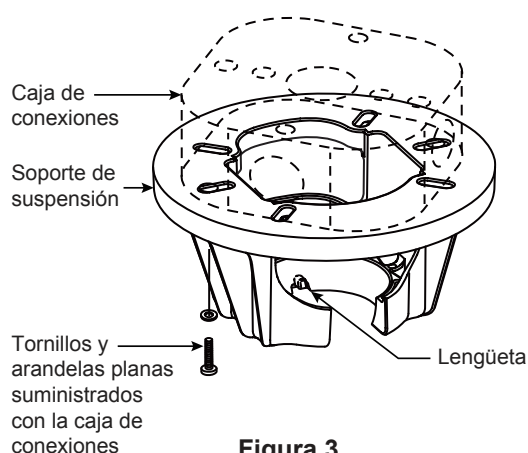
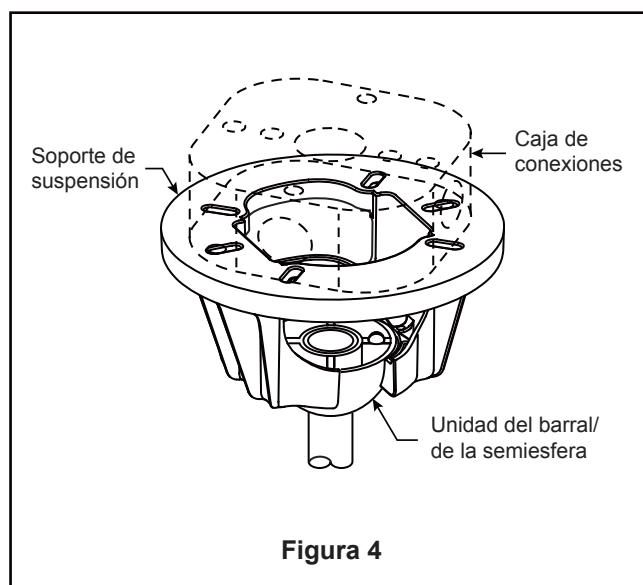

Figura 3
Figura 4
- ☐ 3. Afloje los dos tornillos de fijación del soporte del barral de soporte para techo a través de la varilla. Introduzca los cables de color negro, blanco y azul a través de la varilla. (Figura 3)
- ☐ 4. Coloque el soporte de la varilla y alinee los orificios de la clavija de horquilla en ambas piezas. Instale la clavija de horquilla y asegúrela con la pinza de horquilla. Fije los dos tornillos de presión y las tuercas de seguridad en el soporte de la varilla interior. Fije con seguridad el set de tornillos con el destornillador y luego fije bien las tuercas con una llave hexagonal. (Figura 4)
- ☐ 1. Fije bien el soporte de suspensión a la caja de conexiones con los tornillos y las arandelas planas suministrados con la misma. (Figura 3)
NOTA: Se deben pasar los tornillos de la caja de conexiones a través de los orificios que se encuentran en el soporte de suspensión. (Figura 3)
- ☐ 3. Con cuidado, levante el ventilador y apoye la unidad del barral/de la semiesfera en el soporte de suspensión que acaba de fijar a la caja de conexiones. (Figura 4) Asegúrese de que la ranura en la semiesfera esté alineada con el reborde del soporte de suspensión. (Figura 3)
2. Deslice el receptor en el soporte de suspensión antes de realizar el cableado como se muestra en la figura 3.
3. Conecte los conductores verdes de la abrazadera para colgar, bola para colgar y conductor verde del suministro (puesta a tierra) con el conector de cables. Conecte el conductor negro de la unidad receptora marcado "AC IN L" al conductor negro de alimentación con el conector de cables. Conecte el conductor blanco de la unidad receptora marcado "AC IN N" al conductor blanco de alimentación con el conector de cables. Conecte el conductor blanco de la unidad receptora marcado "TO MOTOR N" al conductor blanco del ventilador con el conector de cables incluido con la unidad receptora. Conecte el conductor negro de la unidad receptora marcado "TO MOTOR L" al conductor negro del ventilador con el conector de cables que se adjunta con la unidad receptora. Finalmente, conecte el conductor azul de la unidad receptora al conductor azul de la iluminación del ventilador con el conector de cables que se adjunta con la unidad receptora. Encierre de forma segura el cable de alimentación rojo con el conector de cables. (Figura 4)